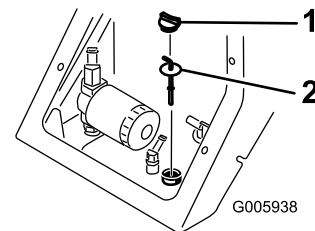

Figura 40
4. Pulite la zona intorno al collo del bocchettone del serbatoio idraulico (Figura 40).
5. Rimuovete il tappo del collo del bocchettone e controllate il livello del fluido sull'asta di livello (Figura 40).